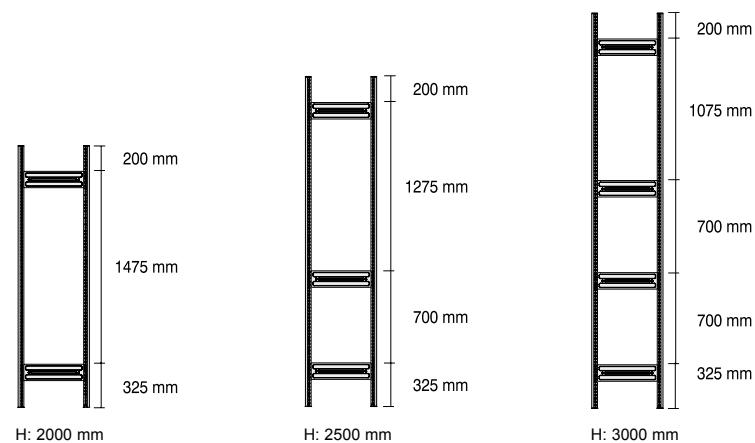

Fig. 2
(E) Disponer dos perfiles de soporte a una distancia que corresponda al largo de los elementos de unión (Fig 1). Insertar los elementos de unión según la Fig. 2 (las flechas están orientadas en dirección del suelo) e fijarlos a golpes de martillo de goma o similar en los perfiles.
¡Atención! Los elementos de unión deben encajar (Fig. 2 a) en ambos lados en los perfiles de soporte (Fig. 3 a).
(I) Disporre i due profili di supporto alla distanza data dai connettori dei supporti (fig. 1). Applicare i connettori dei supporti come indicato in fig. 2 (le frecce indicano in direzione del pavimento) ed inserirli con un martello in gomma o un altro utensile nei profili di supporto (fig. 3 a).
Attenzione! Il taglio di fissaggio dei connettori dei supporti (fig. 2 a) deve bloccarsi con uno scatto su entrambi i lati inserendosi nei profili di supporto (fig. 3 a).
(PL) Ustawić profile podpory w odstępie odpowiednim do łącznika podpór (patrz rys. 2; strzałki są skierowane do podłożka) (rys. 1). Ustawić łącznik podpór i wbić go za pomocą młotka gumowego w profile wsporników.
Uwaga! Wytnięzione zamocowanie na łącznikach podpór (rys. 2 a) musi po obu stronach zaskoczyć w profile wsporników (rys. 3 a).